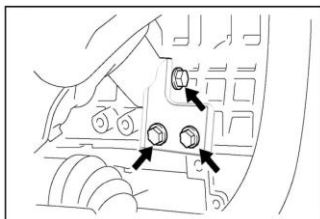

Рисунок II-68
2. Отвернуть 3 болта под выпускным коллектором и снимите его кронштейн (см. *Рисунок II-68*).